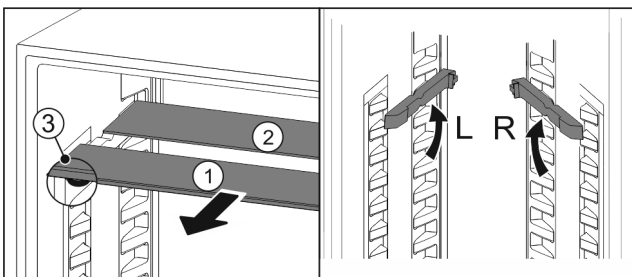

Fig. 69
- Sortir les tablettes par l'avant Fig. 69 (1).
- La tablette en verre Fig. 69 (1) avec bordure décorative est située à l'avant.
- Les butées Fig. 69 (3) sont orientées vers le bas.